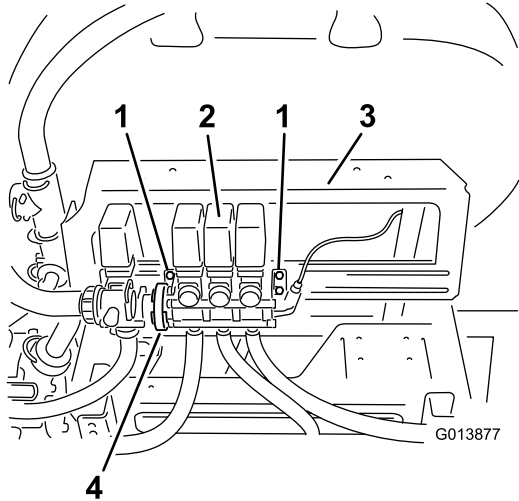

Figura 4
- 1. Desaperte, mas não retire, os parafusos que prendem o conjunto da válvula da rampa ao suporte de montagem (Figura 4).
- 2. Desaperte o grampo do parafuso sem fim que prende a válvula de agitação ao conjunto da válvula da rampa (Figura 4).